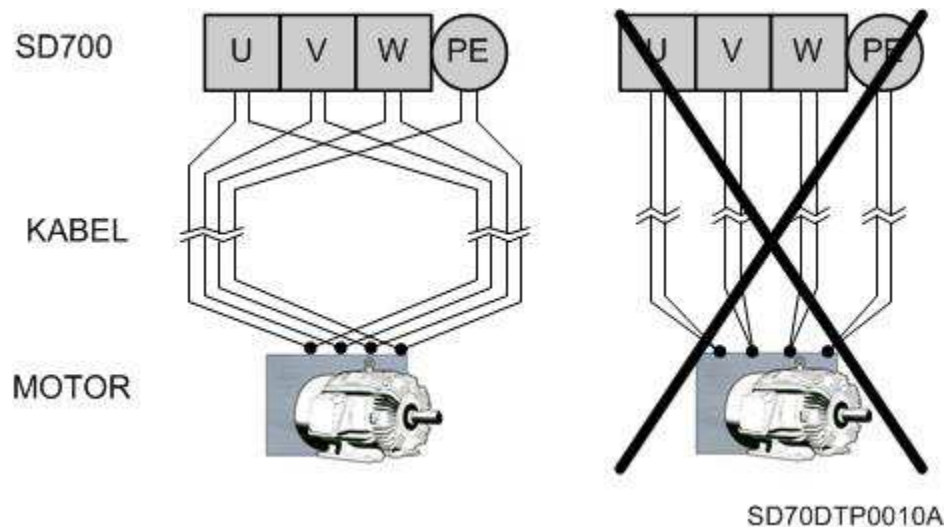

Abbildung 6.10 Empfohlene Kabelverlegung
- **Ungeschirmte Leitung:** 300m. Asymmetrisches 4-Leiter Kabel mit Schutzleiter. Es wird empfohlen den Querschnitt des Schutzleiters gleich oder größer dem Querschnitt der verwendeten Außenleiter (U, V, W) zu verwenden. Bei Verwendung von Einzelleitern ist die Kabelführung symmetrisch zu bündeln (siehe Abbildung 6.10)